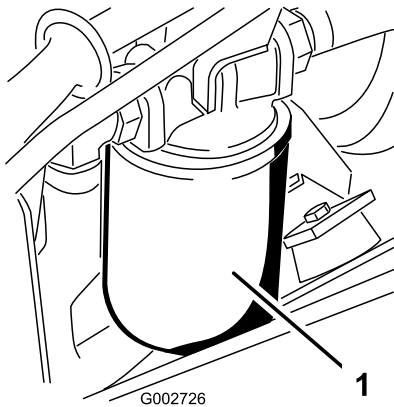

Bild 39
3. Stellen Sie eine Auffangwanne unter den Hydraulikölfilter, der sich links an der Maschine befindet (Bild 39).